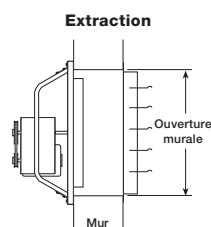
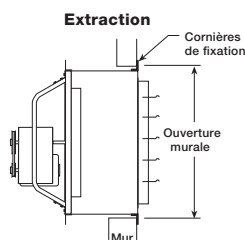
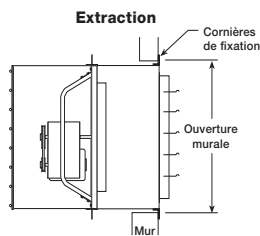
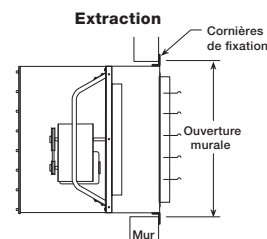

Figure 2 — Pose murale directe
Figure 3 — Pose avec manchon mural
Figure 4 — Pose avec manchon mural et grille
Figure 5 — Pose avec caisson mural
- Amener le ventilateur à l'emplacement souhaité et déterminer par quelle méthode il doit être posé comme indiqué sur les Figures 2, 3, 4, et 5. Le manchon mural en option (Figure 3), le manchon mural et la grille (Figure 4) ou le caisson mural (Figure 5) constituent des moyens pratiques de pose murale des ventilateurs.
- La Figure 2 montre l'ouverture murale conseillée pour les poses murales directes.
- La Figure 3 montre l'ouverture murale requise pour les poses avec un manchon mural.
- La Figure 4 montre l'ouverture murale (O.M.) requise pour les poses avec un manchon mural et une grille.
- La Figure 5 montre l'ouverture murale requise pour les poses avec un caisson mural.